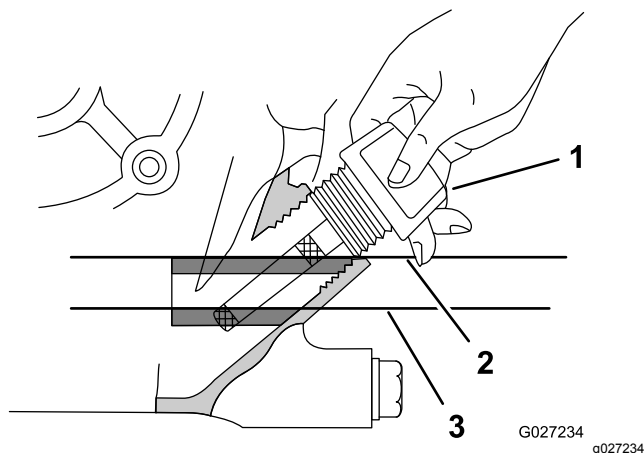

Figura 13
5. Inserte la varilla del motor, tal y como se muestra en la Figura 13.
6. Retire la varilla del cuello de llenado y observe el nivel de aceite en la varilla (Figura 13).
Nota: El nivel del aceite del motor debe cubrir entre las áreas marcadas en la varilla (Figura 13).
8. Apriete a mano la varilla en el cuello de llenado (Figura 13).
4. Retire la varilla del motor y límpiela con un trapo limpio (Figura 13).